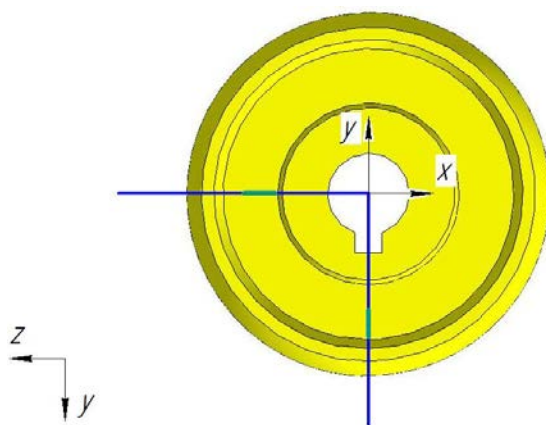

Рис. 4.24. Выполнение четвертного выреза детали
- Постройте следы секущих плоскостей (рис. 4.24).